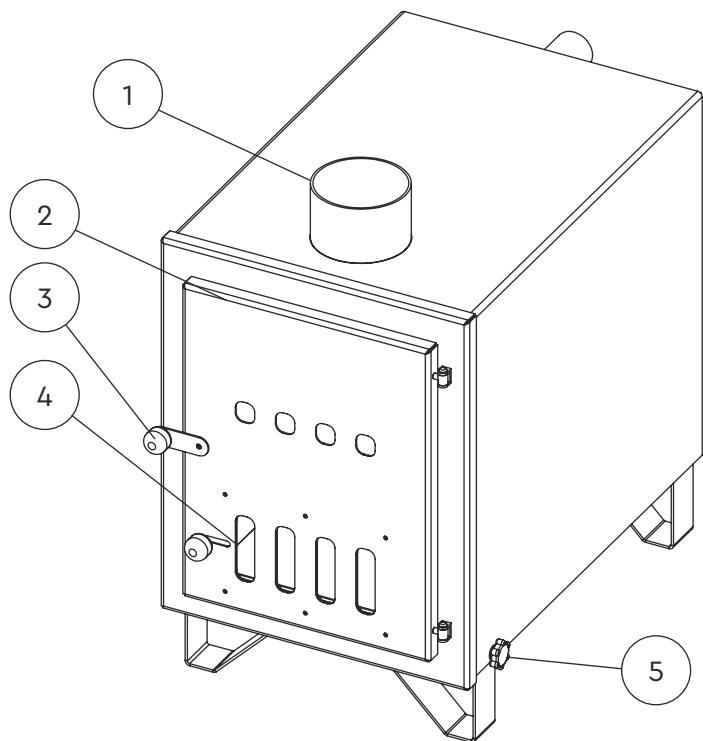

Abbildung 2
**Externer Ofen** – Ofen (siehe Abbildung 2), welcher mit dem Badezuber verbunden ist, um das in ihm befindliche Wasser zu heizen.
Der externe Ofen und der Schornstein sind während des Betriebs sowie mehrere Stunden danach heiß. Während der Verwendung dürfen diese Teile nicht mit den bloßen Händen berührt werden. Um die Ofentür zu öffnen, müssen Sie die Ofenklappe verwenden. Siehe Abbildung 2